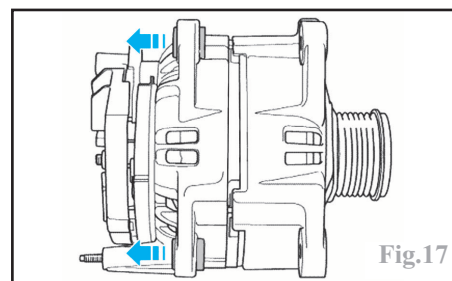

Fig.17
-reculer les douilles de fixation de l'alternateur d'environ **4 mm** (Fig.17).